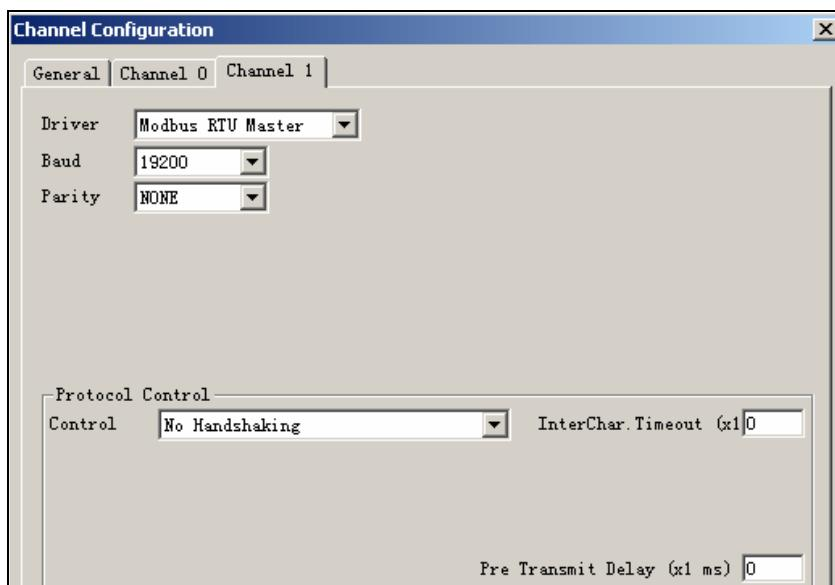

图 3-134 设置通道 1 参数
(10) 双击 Channel Configuration (通道组态) 文件夹，单击 Channel 1 选项卡，如图 3-134 所示，设置以下参数：